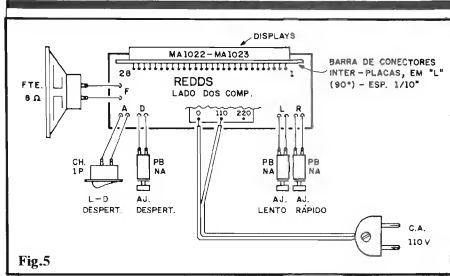
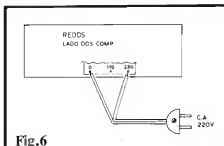

Fig. 5
Fig. 6
- FIG. 5 - CONEXÕES EXTERNAS À PLACA DE "APOIO" - Ainda vista pelo lado não cobreado, agora temos a placa com as respectivas conexões externas, bem como a disposição de "casamento" eletro-mecânico com a própria placa do módulo híbrido... Quanto ao transformador, suas ligações ao "rabicho" (cabo de força com plugue C.A. na "outra" ponta...) devem ser escolhidas de acordo com a Tensão presente na rede local, ou seja: terminais "0-110" para rede de 110V ou terminais "0-220" para rede de 220V... Os três **push-buttons**, o interruptor mini, simples, e o próprio mini-alto-falante, não têm conexões polarizadas, e assim suas ligações são simples, não "preocupantes"... Final-
- FIG. 6 - CONEXÕES AO "RABICHO" PARA REDE DE 220V - Conforme já foi mencionado, o diagrama da fig. 5 detalha as ligações do
primário do transformador incorporado à placa, correspondente a uma Tensão de 110V na rede C.A. local... Para que ninguém fique com dúvidas, a fig. 6 dá os detalhes das ligações correspondentes à rede de 220V (no caso, despreza-se o fio **central** do **primário** do trafo...).